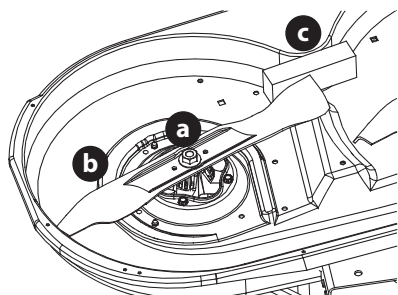

Figure 50
- Placer un cale en bois (c) entre le carter du plateau de coupe et le tranchant de la lame (b) pour aider à débloquer l'écrou hexagonal (a) qui fixe la lame (b). Utilisez une clé de 15/16 po pour desserrer l'écrou hexagonal (a) (Figure 50).